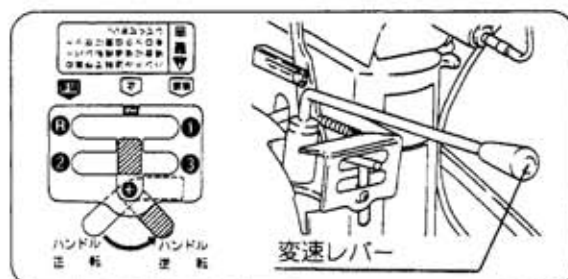

図18
- ② 変速レバーを希望の速度位置にしてください。(図18)